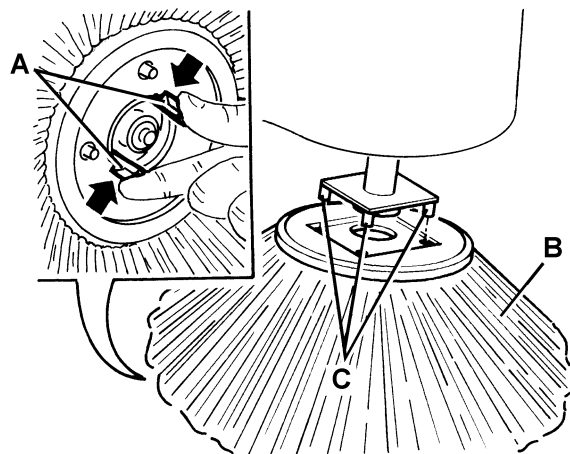

Abbildung 10
- Die Maschine auf einen flachen Boden bringen und, wenn verfügbar, die Pedalbremse (26) treten.
- Den Zündschlüssel (61) auf „0“ drehen.
- Die Hand im Seitenbesen einführen und die Keile (A, Abb. 10) nach innen drücken, dann den Seitenbesen (B) durch Ausrasten von vier Bolzen (C) ausbauen.
- Den neuen Seitenbesen an die Maschine durch Einrasten in die Bolzen (C, Abb. 10) und die Keile (A) einsetzen.